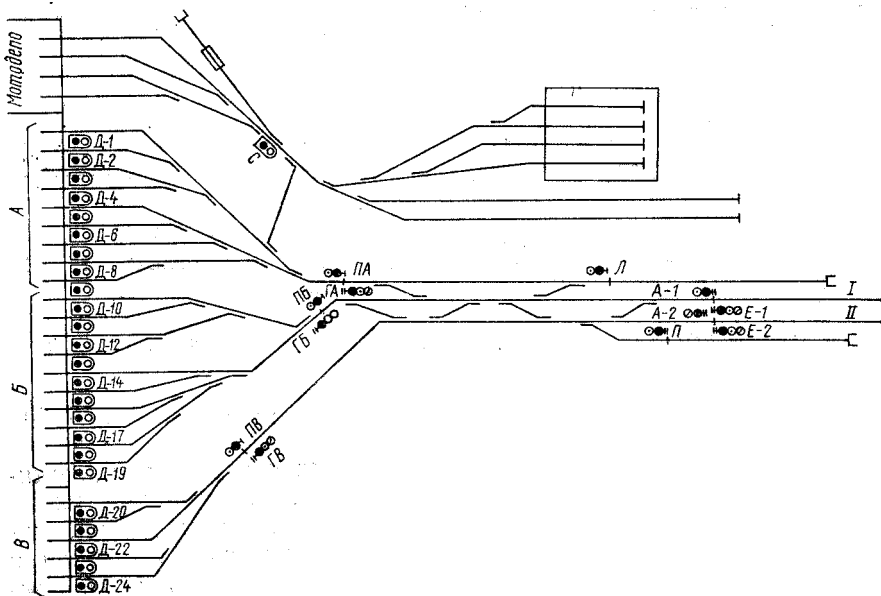

Рис. 30. Примерная схема путевого развития парковых путей электродепо
ходящиеся в здании и предназначенные для отстоя, осмотра и экипировки вагонов (рис. 30). Границей парковых путей в направлении соединительной ветви, ведущей к главным путям трассы, служат, как правило, выходные светофоры ($E-1$, $E-2$), а у ворот здания электродепо — карликовые светофоры с индексом D ($D-1$, $D-2$, $D-3$ и т. д.). Разграничивают электрифицированные парковые пути и пути мотопедепо (неэлектрифицированные) обычно светофор (C). Выезд за него локомотивов (мотовозов) на парковые пути разрешается только с ведома дежурного по посту централизации электродепо.
В электродепо, где выполняют подъемочный ремонт, предусмотрен обкаточный путь длиной около 600 м, на котором проверяют вагоны (на рис. 30 не показан). Путевое развитие парков электродепо отличается большим числом путей, стрелок, сигналов и маршрутов. Все стрелки (за исключением единичных, ведущих на пути мотодепо) централизованы и управляются из одного пункта — поста централизации электродепо. На парковых путях, помимо выдачи электроподвижного состава на линию и приема их в депо, выполняется большая маневровая работа — перестановка составов с одного пути (канавы) на другой, обкатка вагонов после ремонта, подача в камеру для обдувки пыли, в вагономочную машину и др. Распоряжается ею дежурный по станционному посту централизации, а на парковых и прочих станционных путях с нецентрализованными стрелками — мастер или бригадир машинистов мотодепо. Внутри здания до светофора Д маневрами распоряжается дежурный по электродепо. Основанием для